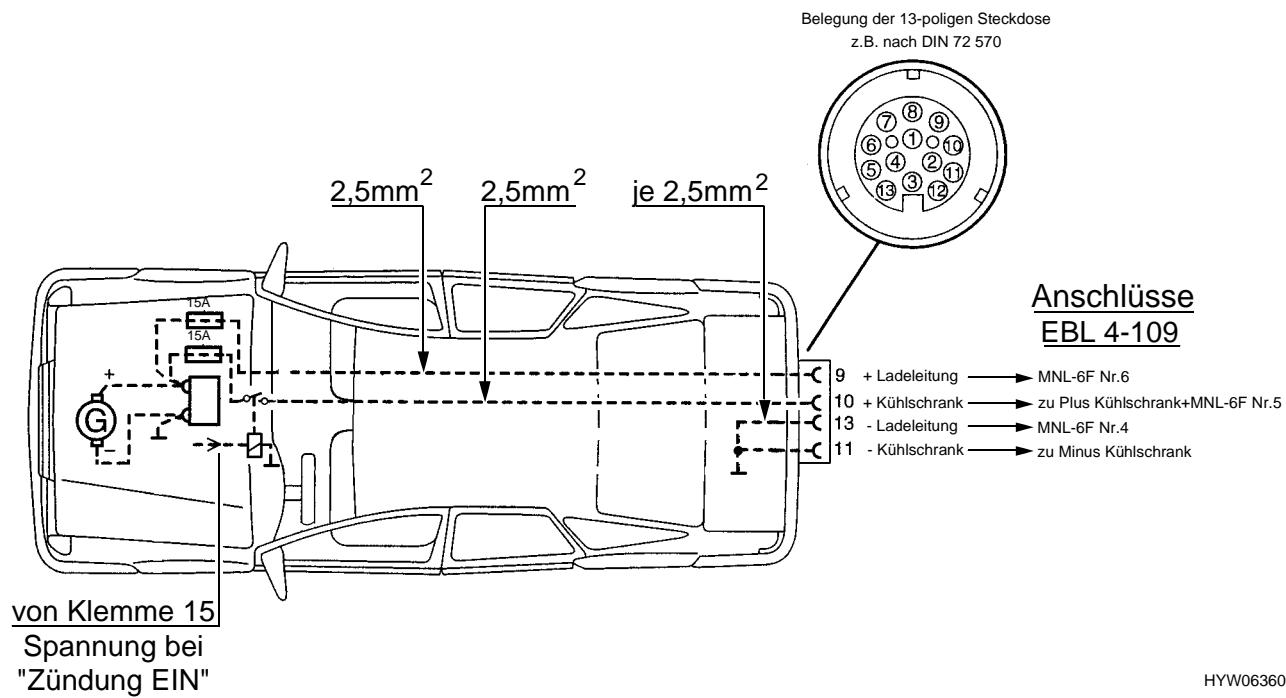

Bild 55 Zugwagen-Installationsplan (Autark-Paket)
- Das Zugfahrzeug muss mit den entsprechenden Kabelquerschnitten nachgerüstet werden (siehe Bild 55).